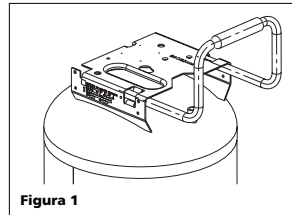

Figura 1
- 2. Introduzca el mango a través de la cubierta y en la placa de base como indicado en Figura 1. El mango debe ajustarse en los orificios especiales en la placa de base.